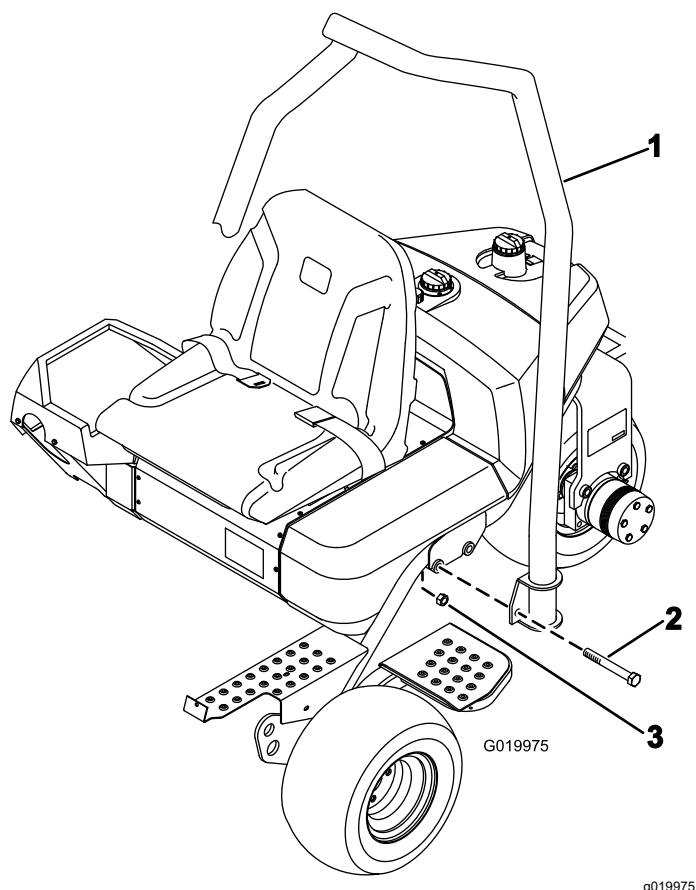

Figura 4
1. Coloque a barra de segurança de forma a que a parte superior do tubo fique curvada em direção à parte da frente da máquina (Figura 4).
2. Baixe a barra de segurança para a estrutura, alinhando-a com os furos de montagem (Figura 4).
3. Prenda cada lado da barra de segurança na estrutura com dois parafusos ($\frac{5}{8}$ pol. x $4\frac{1}{2}$ pol.) e porcas de bloqueio como se mostra na Figura 4.